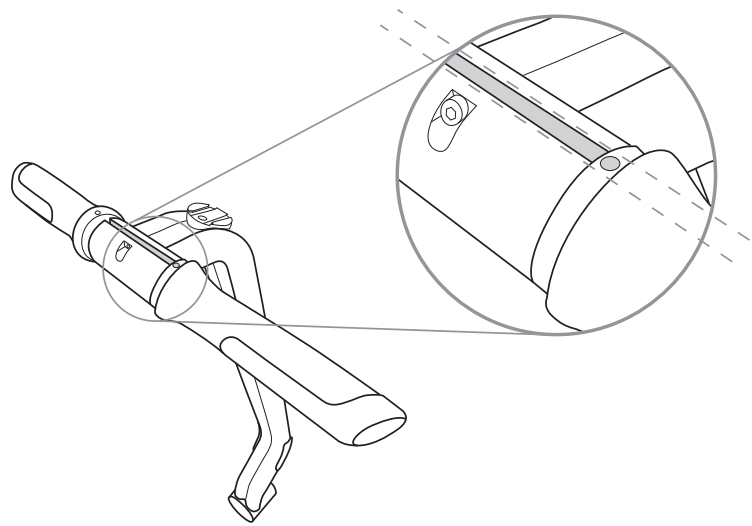

图 2. ハンドルバーを LeanSteer フレームに固定する
4. 取り付けなおすには、アライメントガイドを使い、ハンドルバーを LeanSteer フレームに合わせて取り付けます。図2を参照してください。